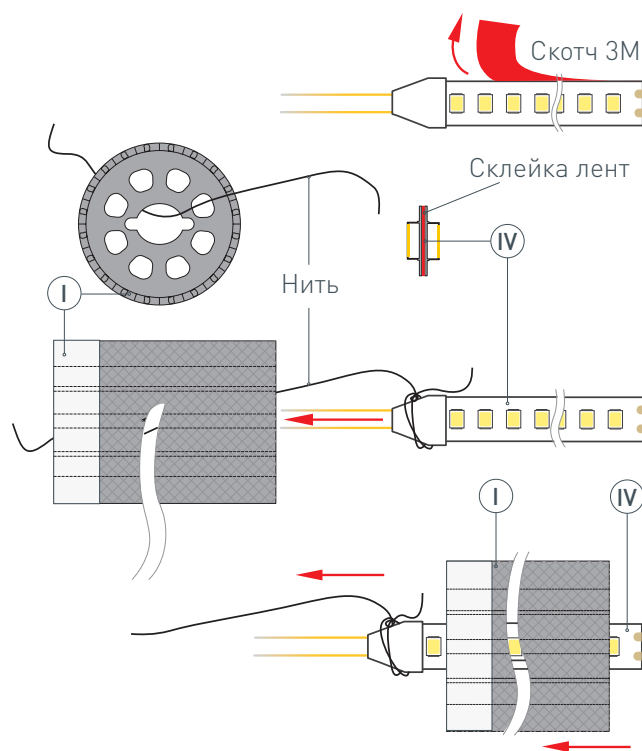

Рис. 1. Протяжка светодиодных лент (IV) в профиль (I), вид сверху
Установите* светодиодные ленты (IV) в профиль (I). Для этого необходимо снять защитный слой со скотчей на светодиодных лентах (IV) и склеить ленты тыльными сторонами, чтобы можно было протянуть через профиль. Затем привязать нить (находится внутри профиля) с одной стороны профиля (I) к склеенным светодиодным лентам (IV), как показано на рис. 1. Чтобы втянуть ленты в профиль, сначала аккуратно поместите кабели питания светодиодных лент (IV) внутрь профиля (I), а затем, насколько это возможно, вставьте край светодиодных лент. Аккуратно потяните за нить с другой стороны профиля (I) и тем самым протяните** светодиодную ленту (IV) в профиль (I). Отвяжите нить от светодиодной ленты. **! ЗАМЕНА ЛЕНТЫ.** Если понадобится заменить уже установленные в профиле светодиодные ленты, то необходимо проделать те же действия: привяжите нить к светодиодным лентам с одной стороны профиля, аккуратно потяните ленту с другой стороны профиля. Таким образом, нить снова окажется внутри профиля, готовая для повторного использования.